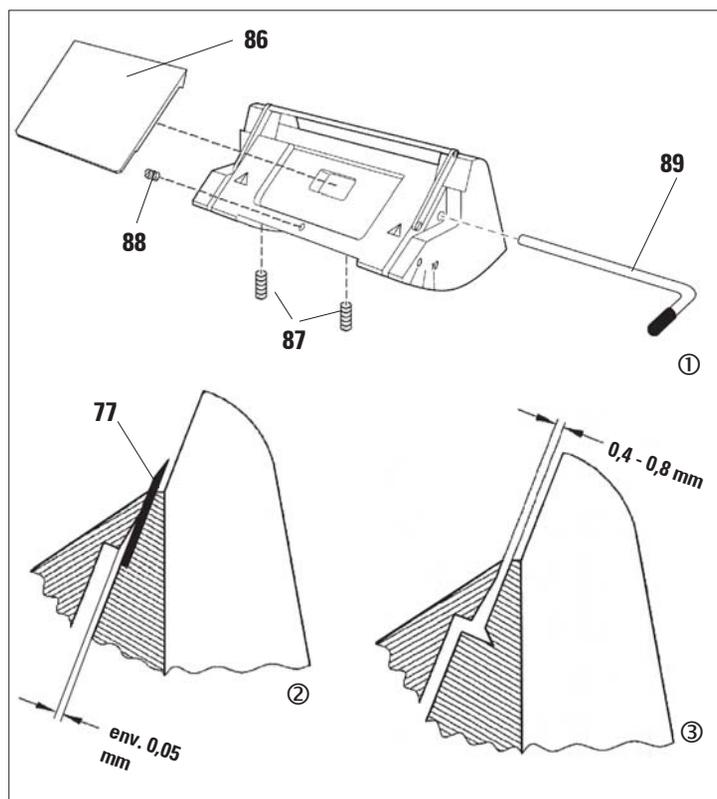

Fig. 31
- Placez une lame (77) et bloquez légèrement avec le levier de serrage (89).
- Ajustez la plaque de pression (86) à l'aide de la vis (88) de manière à ce que seul le bord supérieur de la plaque exerce une pression sur la lame. Une fente doit être visible (fig. 31/2). Pour l'ajustage, un petit tournevis (env. 3,0 x 70) est nécessaire.
- Lors de l'ajustage, veillez à ce que l'écart entre les deux plaques de pression soit d'env. 0,4-0,8 mm en état ouvert (fig. 31/3).